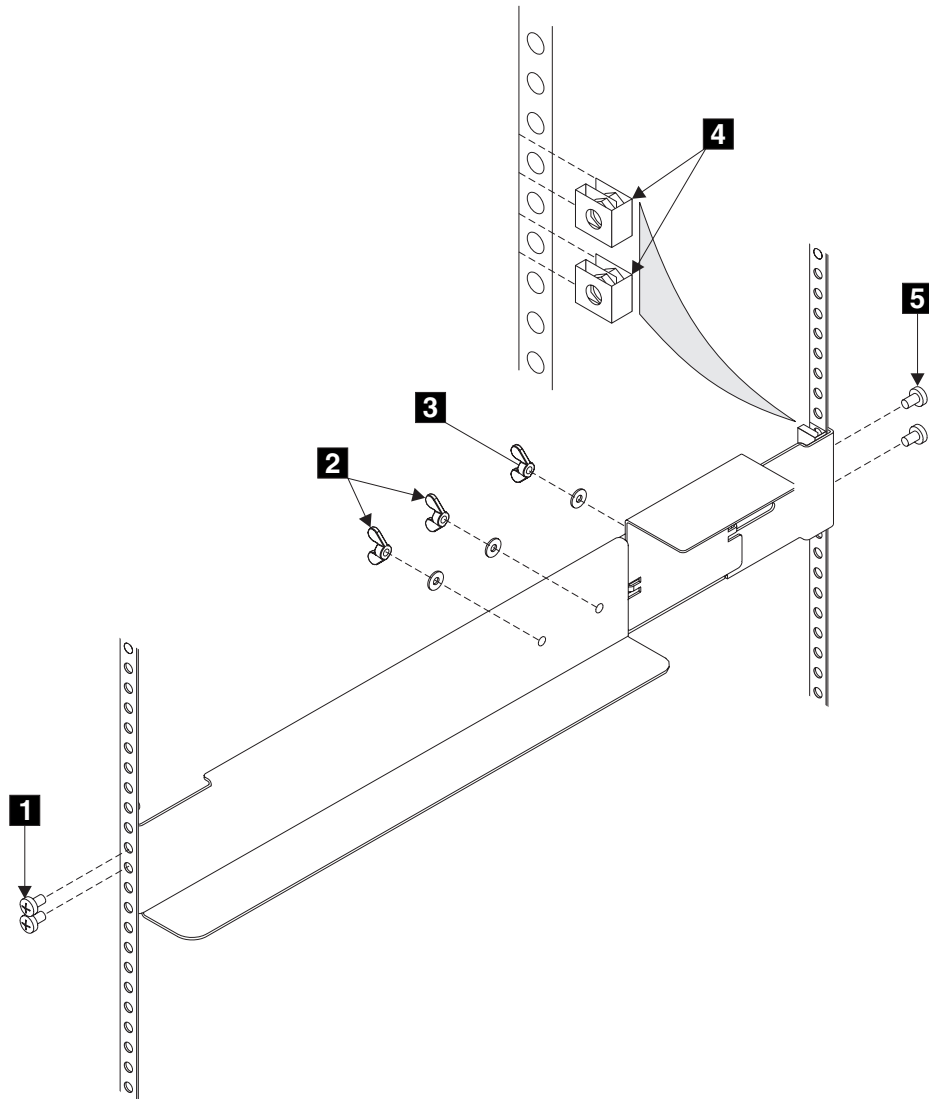

図 281. ラックに 2145 UPSを取り付けるためのサポート・レール・コンポーネント
1. ナット・クリップ **4** をラックに取り付けます (314 ページの図 281 を参照)。これらのナット・クリップは、サポート・レール・フランジの 2 番目と 4 番目の穴に位置が合っている必要があります。